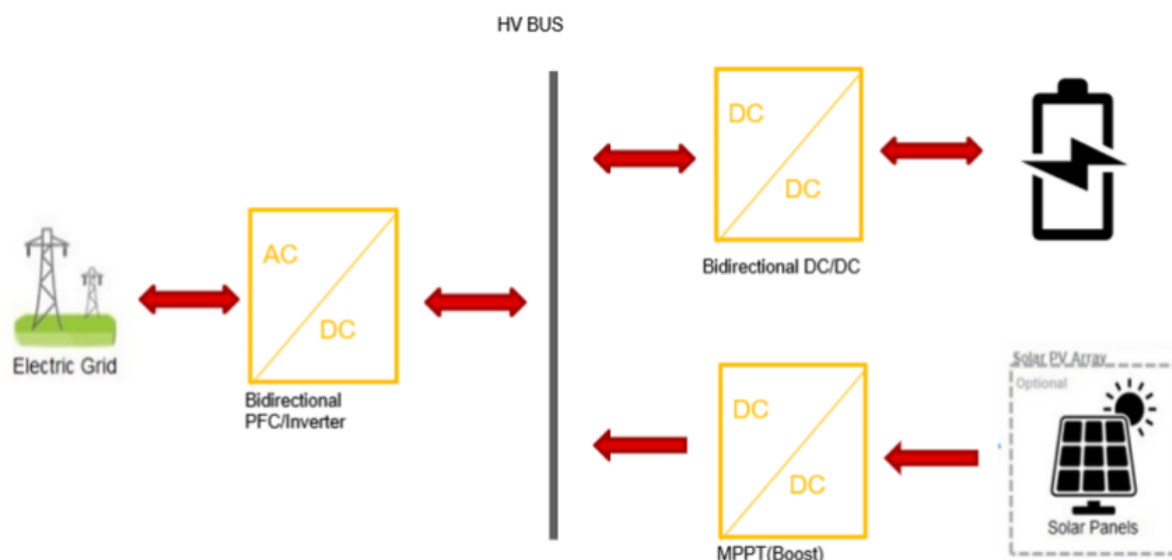

図 1. 双方向力率補正 (PFC) /インバータ、双方向 DC/DC コンバータ、最大電力点追従制御 (MPPT) を搭載した住宅用 ESS のブロック図。出典: テキサス・インスツルメンツ
双方向のコンデンサ - インダクタ - インダクタ - インダクタ - コンデンサ (CLLLC) などの単一段絶縁型コンバータは、エネルギー ストレージシステム (ESS) では一般的なタイプのコンバータで、システムコストを削減し、電力密度を向上させます。CLLLC のゲイン曲線はより平坦になります。ただし、スイッチング周波数 (f_s) が直列共振周波数 (f_r) より高い場合、ゲイン曲線は望ましくないレベルで平坦になります。トランスと MOSFET の寄生容量もコンバータのゲイン [1] に影響を与えます。これにより、コンバータの出力電圧がレギュレーションの範囲外になります。この Power Tip では、この非直線性を除去するため、CLLLC 制御アルゴリズムと同期整流器 (SR) により制御方式を紹介し、3.6kW のプロトタイプコンバータを使用して性能を検証します。図 1 は、住宅用 ESS のブロック図です。